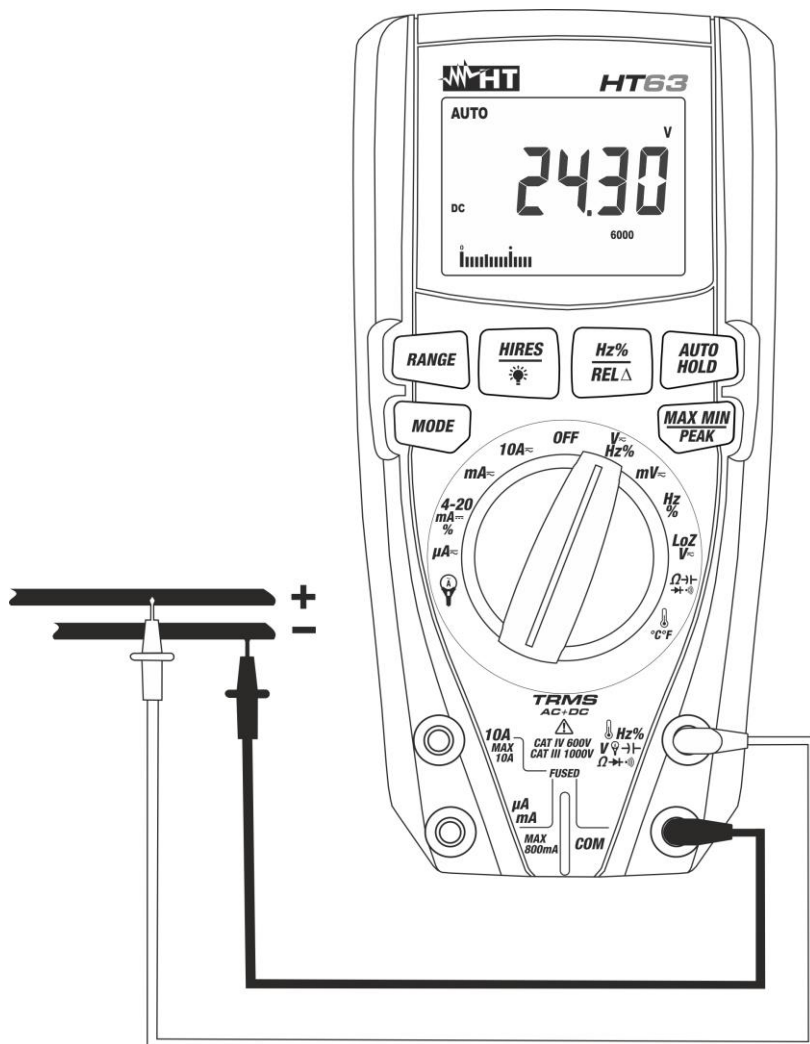

Abb. 2: Verwendung des Gerätes für Gleichspannungsmessung
3. Verbinden Sie die rote Messleitung und die schwarze Messleitung mit dem jeweils positiven und negativen Potenzial des zu messenden Kreises (siehe Abb. 2). Der Spannungswert erscheint auf dem Display.
5. Das Symbol "-" auf dem Display des Gerätes gibt an, dass die Spannung die umgekehrte Richtung mit Bezug auf den Anschluss in Abb. 2 hat.
4. Verbinden Sie die rote Messleitung mit den gewünschten Messpunkten des zu messenden Kreises (siehe Abb. 4) oder die schwarze Messleitung mit dem jeweils positiven und negativen Potenzial des zu messenden Kreises (siehe Abb. 2). Der Spannungswert erscheint auf dem Display.
6. Das Symbol "-" auf dem Display des Gerätes gibt an, dass die Spannung die umgekehrte Richtung mit Bezug auf den Anschluss in Abb. 2 hat